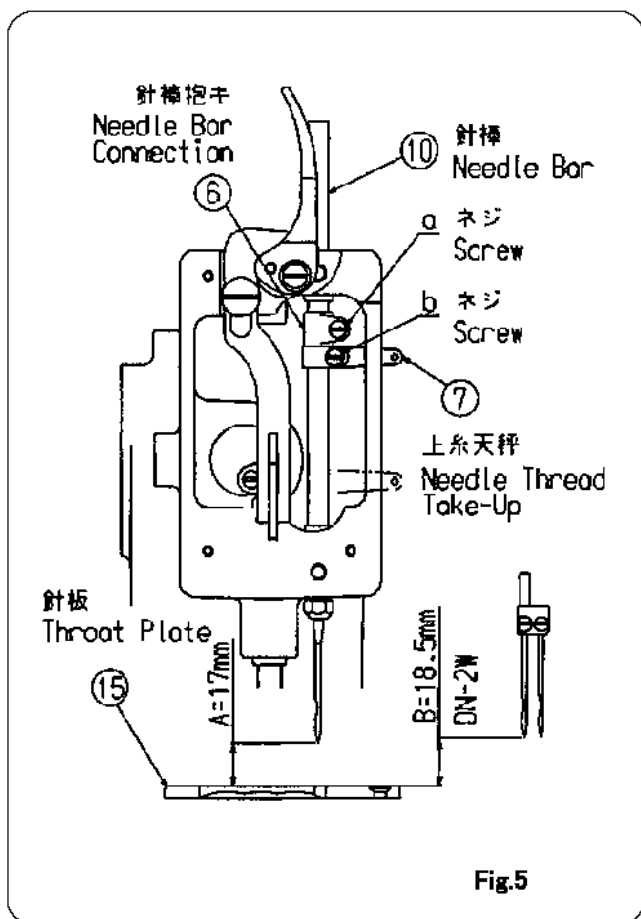

Fig.5
Needle ⑤ and looper ① movements are correctly timed if distance (A and A' of Fig.3) between Looper point and Needle hole when Looper point gets in line with left-side edge of Needle ⑤ is the same as Looper ① passes Needle in forward and backward movements. $A = A' \pm 0.3\text{mm}$ is allowable. To adjust loosen screw, (a) of Fig.2, and turn Eccentric Ball (c) of Looper Bell Crank Connection Rod ② as appropriate. Looper eyelet should overlap with lower part of long hole of Needle, as shown in Fig.4 as Looper goes forward. To adjust, move Needle Bar ⑭ vertically after loosening screws (a) and (b) of Fig.5 for Needle Bar Connection ④ and Needle Thread Take-Up ⑦. Firmly set screws after adjustment.
- To facilitate adjustment, set height of Needle point above throat plate ⑮ to 17mm, (A) of Fig.5, for DN-2HS, and 18.5mm, (B) of Fig.5, for DN-2W, with Needle Bar in its highest position.
ルーバー①が左に動くときも右に動くときも、針⑤の左側面とルーバーの先端が一致するとき、Fig.3で示す通り、ルーバー①の先端から針⑤の穴までの寸法が $A=A'$ であれば、針とルーバーは同調しています。 $A=A' \pm 0.3\text{mm}$ は許容範囲です。ルーバーと針が同調及び許容範囲に入っていない場合は、Fig.2のネジaを緩め、ルーバーロッド②のエキセンボールを廻して調整してください。次にルーバー①が前進してルーバーの穴が針穴に対して、Fig.4で示す通り、針の長穴の下側と一致するように、針棒⑩を調整して針とルーバーを合わせてください。針棒⑩の上下調整は、Fig.5で示す針棒抱き⑥及び上糸天秤⑦のネジa、bを緩めて調整してください。調整後ネジを締めつけてください。
- 針棒が一番上にきたとき、Fig.5で示す通りDN-2HSの場合は、針板⑮上面より $A=17\text{mm}$ 、DN-2Wの場合は $B=18.5\text{mm}$ に合わせておけば調整は容易です。